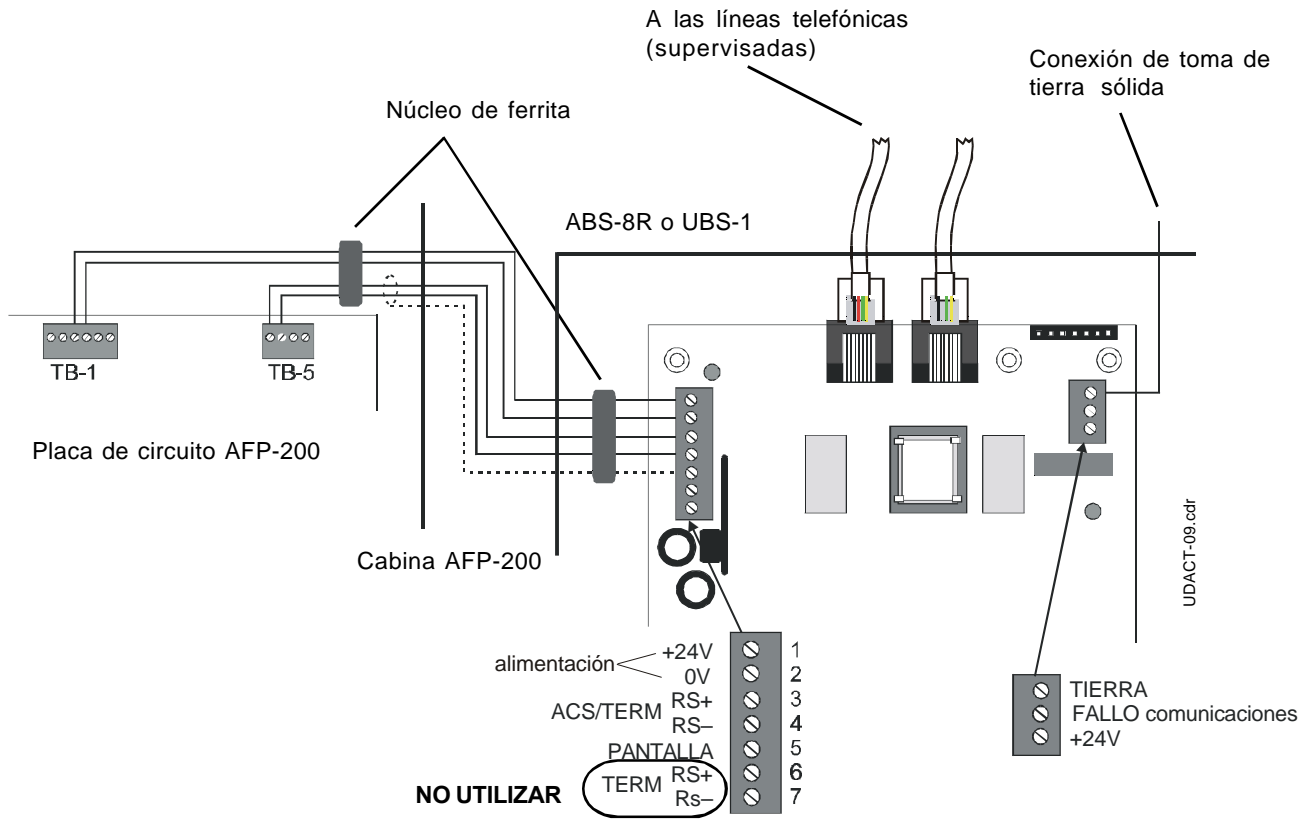

Figura 16. UDACT y AFP-200
Consulte la Figura 16 (página 64).
3. No es necesario utilizar cable apantallado (a menos que lo requieran las normas locales). Si utiliza cable apantallado, conecte únicamente un extremo de la pantalla: a) la pantalla se puede conectar a la cabina (toma de tierra) del panel de control o b) la pantalla se puede conectar al terminal 5 (pantalla) del TB1 en el UDUCT, tal y como muestra la figura 16.